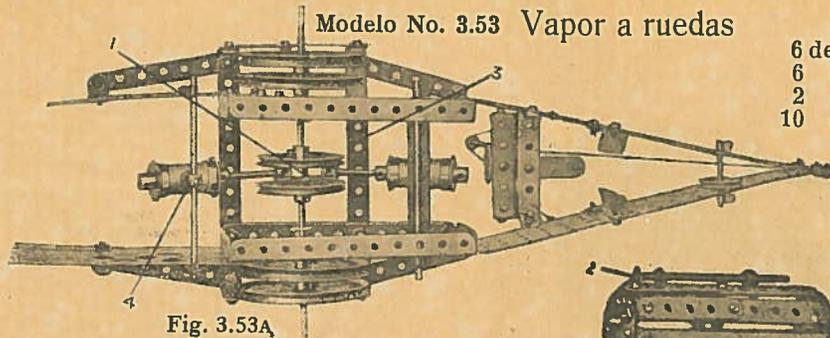

Fig. 3.53A
Las Poleas de 75 mm. que forman las ruedas se fijan a Varillas de 9 cm., a cuyas extremidades interiores se establecen Poleas de 5 cm. (Fig. 3.53a). Estas últimas están conexas rigidamente la una a la otra mediante un Perno de 19 mm. (1) sujetado por tuercas. El Perno (1) hace también de pivot para los Estribos pequeños de conexión (de los cuales uno se aparta de un Acoplamiento torniquete); a estos últimos se fijan las varillas del pistón de los cilindros oscilantes. Los cilindros pivotan en Varillas de 11 1/2 cm., uno de los cuales queda montado en una Tira doblada 90x12 mm. y el otro fijado rigidamente a un Collar (4) mediante un perno en el que se colocan dos Arandelas metálicas. Naturalmente que el Collar está asegurado a la Varilla.